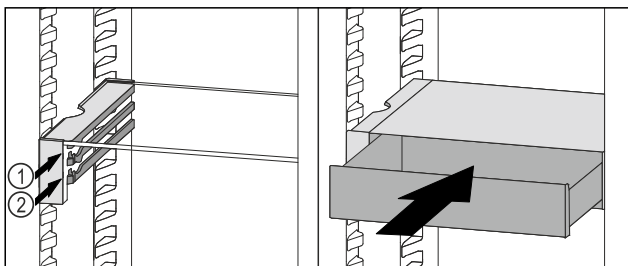

Fig. 121
- ▶ Zásuvku VarioSafe nasadíte za zarážkami na požadovanom rebre Fig. 121 (1) alebo Fig. 121 (2).